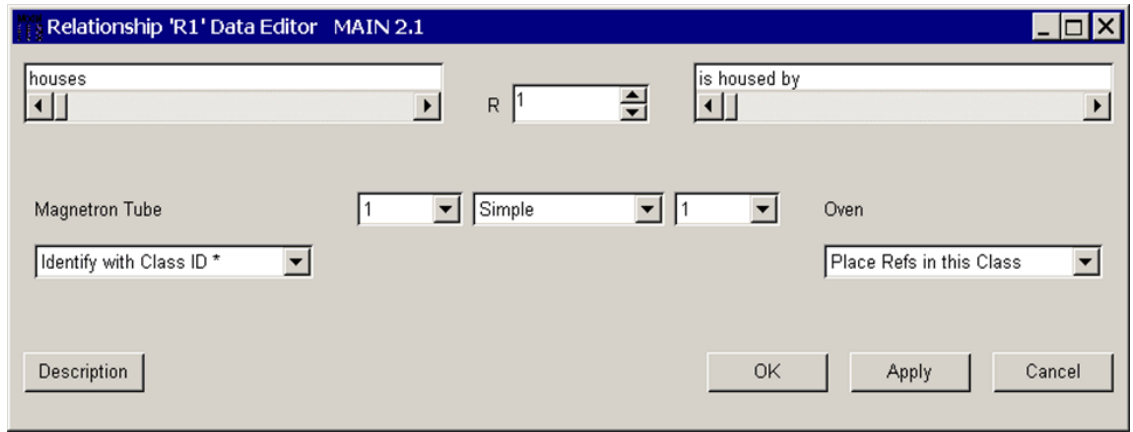

図 5-13: 関係データエディタを使った関係の定式化
□ 図 5-13 に示すように、関係ラベルはテキスト編集ボックスに入力します。
- ☐ エディタウィンドウの [Oven] の側にあるドロップダウンボックスを使って [Place Refs in this Class] を選択することによって、Oven クラスと Magnetron Tube クラスの間の関係を定式化します (図 5-13)。